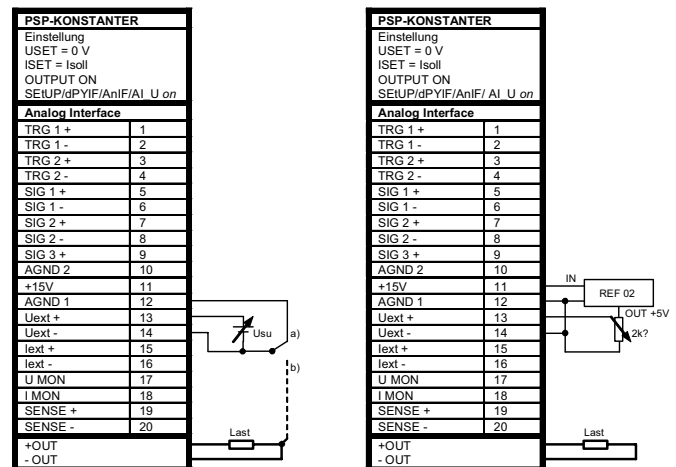

Bild 7.4 Verdrahtung für Steuerung der Ausgangsspannung durch externe Spannung / externes Potentiometer.
- Die Steuereingänge sind nicht potenzialfrei; ihr Bezugspunkt AGND (1) ist mit dem Minuspol des Leistungsausgangs verbunden.
- Liegt die Steuerspannung Usu mit ihrem Bezugspunkt lastseitig auf Ausgangs-Minuspol, muss der invertierende Eingang mit diesem Punkt verbunden werden (Verbindung b) in Bild 7.4). Eine Beeinflussung durch den Spannungsabfall auf der Lastleitung wird dadurch vermieden.
- Ist die Steuerspannung gegenüber dem Ausgang isoliert, verbinden Sie Uext – mit AGND (1) (Verbindung a) in Bild 7.4).
- Soll die Feineinstellung der Ausgangsspannung mittels Potentiometer erfolgen, kann eine Beschaltung gemäß Bild 7.4 angewendet werden.